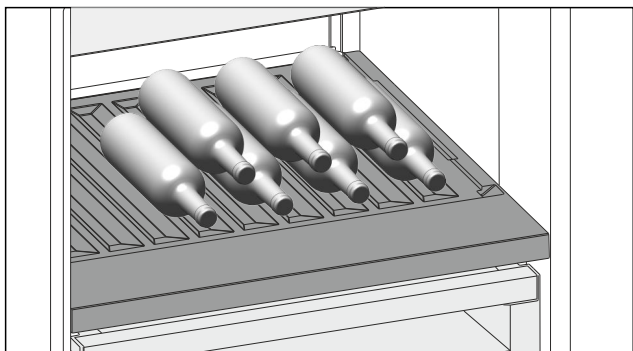

Fig. 114 例图
- ▶ 将瓶底向后对着后壁放入瓶子。(参见 Fig. 114)